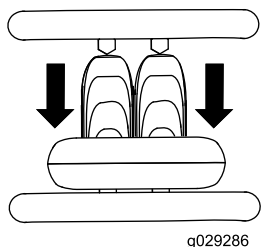

Figura 8
- Per spostarvi in retromarcia, tirate indietro il comando della trazione (Figura 8).